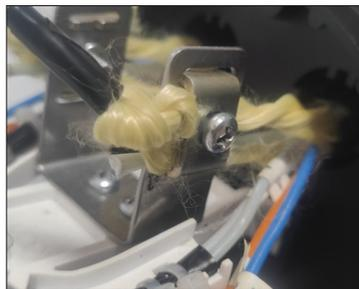

Рисунок 8
- 7** Закрепить конструктивные силовые элементы (ЦСЭ и арамидные нити) введенного в муфту ОК в узле крепления ЦСЭ (рисунок 8).